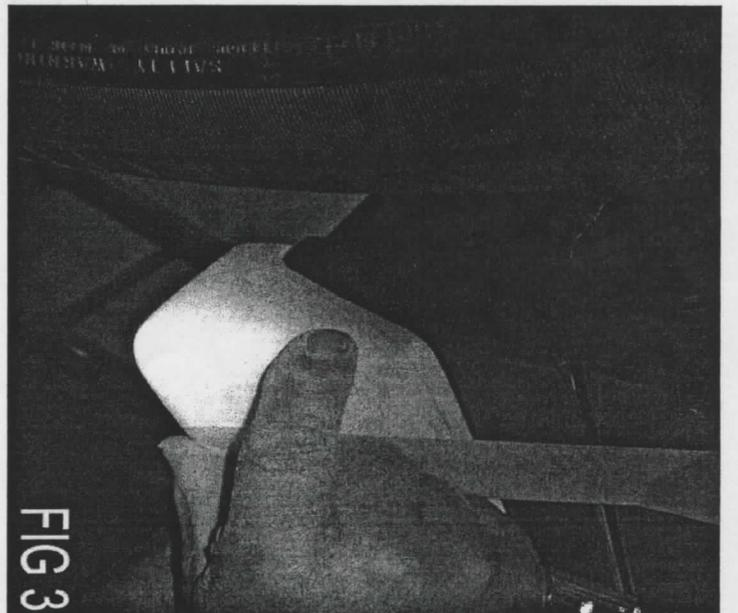

FIG 3
4. IT IS IMPORTANT TO ALIGN THE REAR OF THE SIDE SKIRT TO THE REAR QUARTER PANEL. **(FIG.3)**